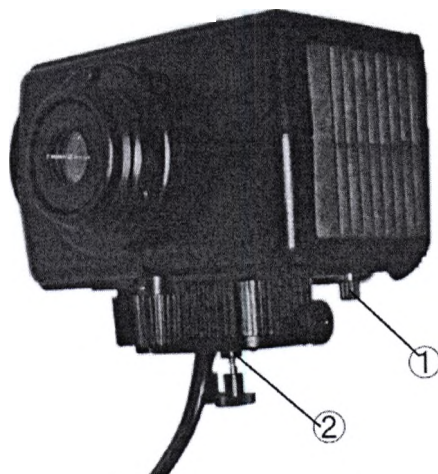

Рис. 14
Открутите винт, фиксирующий держатель лампы (рис.14 ①), для вынимания держателя (рис.14 ②).
2. Ослабьте два винта, фиксирующие лампу (рис.14 ②) для вынимания пластиковой транспортировочной распорки. (При замене лампы выньте использованную лампу.)
4. Установите держатель лампы с лампой в свою позицию и плотно закрутите винт, фиксирующий держатель лампы (рис.14 ①).